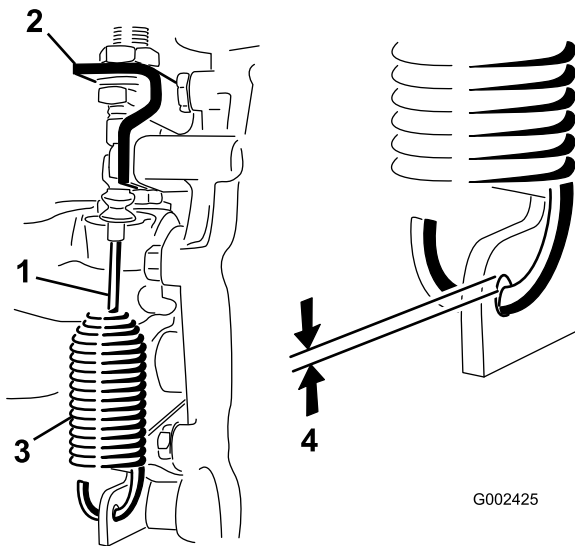

Figura 54
2. Allentate i dadi che fissano il cavo di bloccaggio del differenziale alla staffa del transaxle (Figura 54).